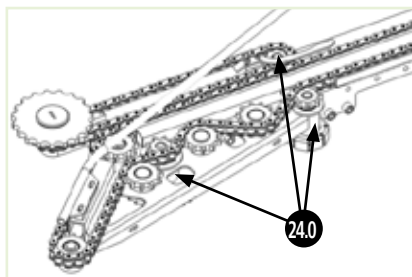

Abb. 20
Kugellager mit Schmiernippel 24.0 (Abb. 20) sind nach der Erstinbetriebnahme und bei einem Lagertausch nach 30 Betriebsstunden nachzufetten/schmieren! Zu viel Fett schadet den Lagern, da Heißlauf eintreten kann. Auf ungehinderten Austritt des Altfetts ist zu achten.
- Die Schmierung aller Kugellager 24.0 (Abb. 20) prüfen, gegebenenfalls nachschmieren